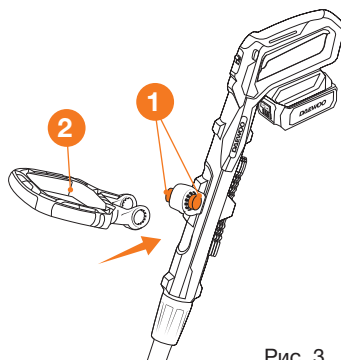

Рис. 3
- Зажмите до упора кнопки регулировки рукоятки **1** (Рис. 3).
- Установите рукоятку **2** на крепление и отпустите кнопки регулировки рукоятки **1** (Рис. 3).